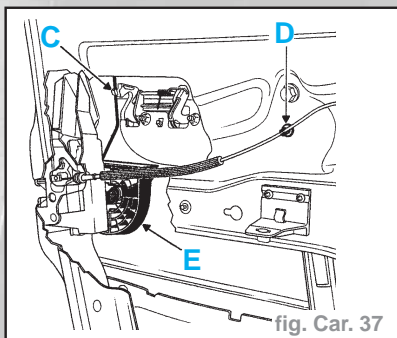

fig. Car. 37
- les deux vis de fixation (A) de la patte d'invulnérabilité
- les trois vis de fixation (B) de la serrure sur le caisson de porte
- Dégraffer la tringle de commande d'ouverture de porte extérieure (C) (fig. Car. 37).